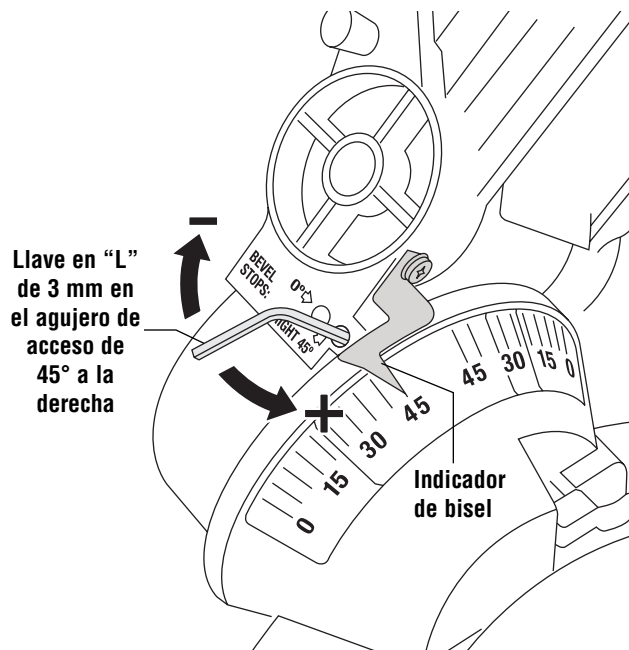

Figura 2. Ajuste de bisel de 45° a la derecha
4. Introduzca la llave en "L" de 3 mm en el agujero de acceso de 45° a la derecha en el armazón del soporte vertical (Figura 2).